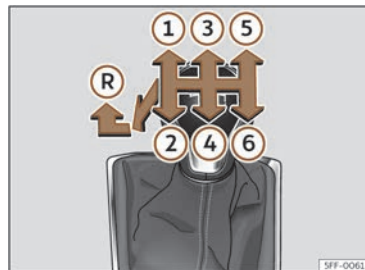

Fig. 119 Grille des vitesses de la boîte manuelle à 6 vitesses.
Les positions des vitesses sont représentées sur le levier de vitesses >>> **fig. 119**.
- Au point mort, appuyez sur le levier de vitesses, déplacez-le complètement vers la gauche puis vers l'avant pour passer la marche arrière >>> **fig. 119** (R).